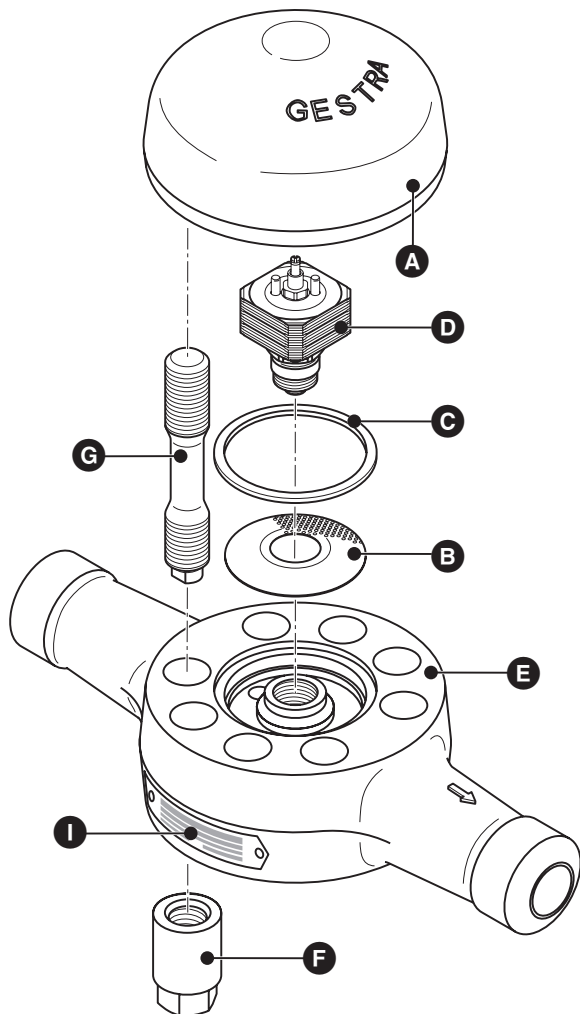
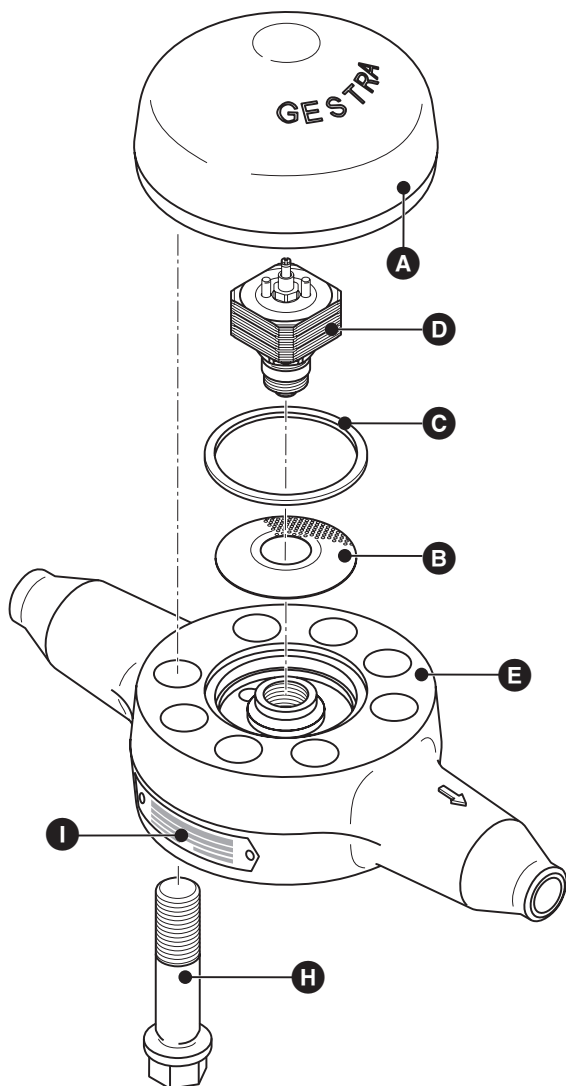

Рис. 2
Рис. 3
1. Снимите крышку **A** с корпуса **E**, **Рис. 2, Рис. 3**